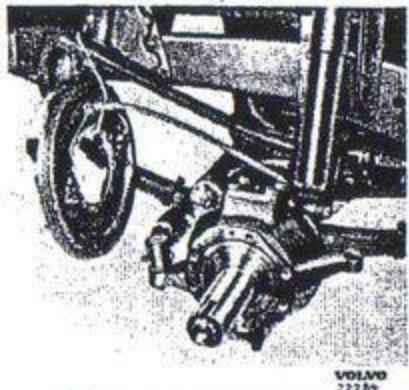
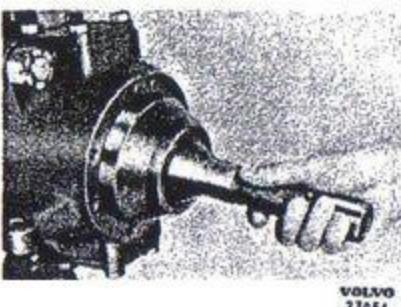

Bild 105. Demontering av bromssköld.
Bild 106. Demontering av rzeppaknut.
4. Demontera bromsskölden och häng upp den så att ej bromsslangen skadas (bild 105). Dra av hjulspindeln. Dra ut rzeppaknut och drivaxel (bild 106).